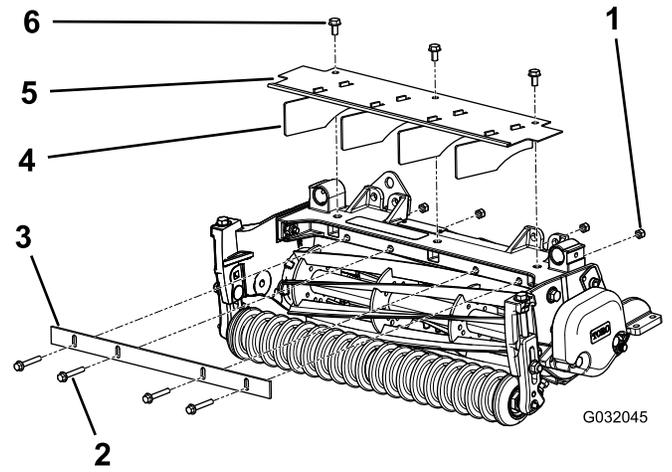

图 6
1. 用 4 个螺栓 $\frac{1}{4} \times 1\frac{3}{4}$ 英寸和 4 个锁紧螺母 $\frac{1}{4}$ 英寸将出草挡板松松地安装到滚刀组支架上请参阅图 6。
3. 旋紧螺栓和锁紧螺母 图 6。
1. 拆下将挡草罩固定至滚刀组支架的 3 个凸缘头螺栓 图 6。